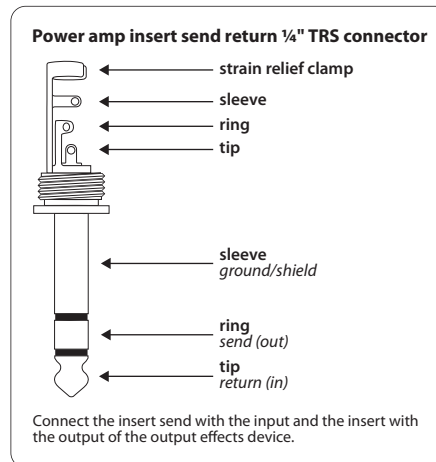

Fig. 4.5: 6,3-mm-stereojackstik (POWER AMP INSERT-tilslutning)
- Desuden har du mulighed for at bruge **POWER AMP INSERT** som almindelig indsløfningsvej (insert), for f.eks. at indlempe en kompressor eller en grafisk equalizer i signalvejen. Hertil skal der bruges et balanceret 6,3 mm jackkabel (stereo) og spids og ring skal placeres som i fig. 4.5 (se kapitel 4.2 "Audioforbindelser"). Ringstykket er i dette tilfælde den såk. **Send**, som forbindes med ekstraapparatets Input, og spidskontakten er den såk. **Return**, som forbindes med ekstraapparatets udgang.